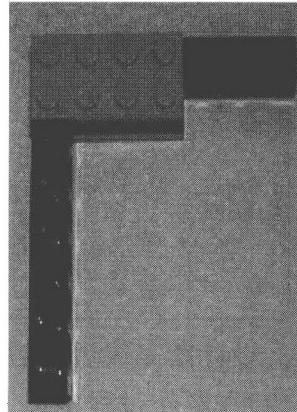

图 2-7 梁与梁的垂直连接
- b. 梁与梁的垂直连接: 用  $4 \times 2$  的片进行连接(如图 2-7)。